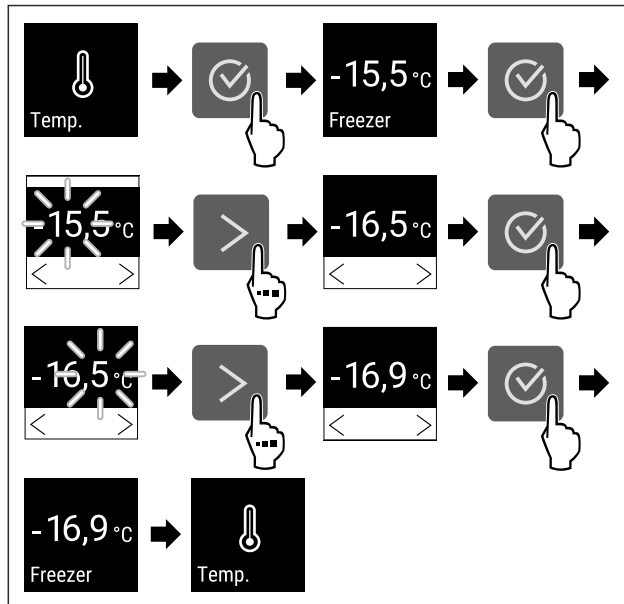

Fig. 65 Zmiana temperatury z -15,5°C na -16,9°C
- ▶ Wykonać czynności (patrz Fig. 65).